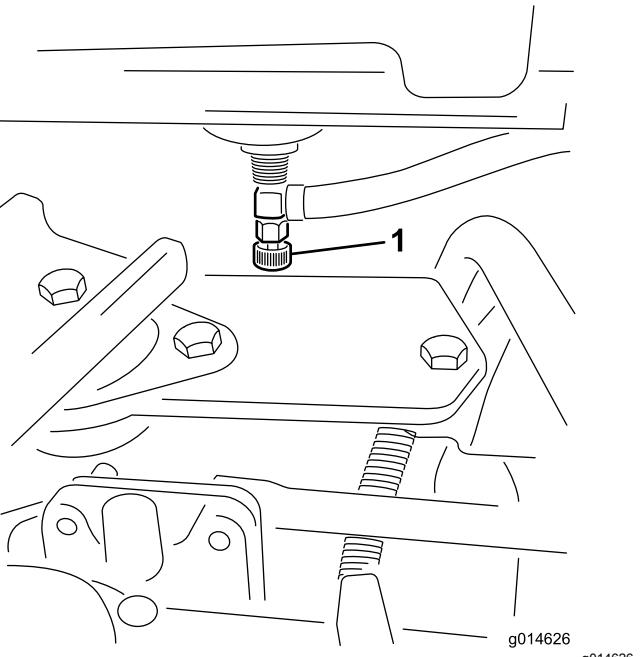

図 44
- オイルフィルタ図44を外す。新しいフィルタのガスケットに薄くエンジンオイルを塗る。